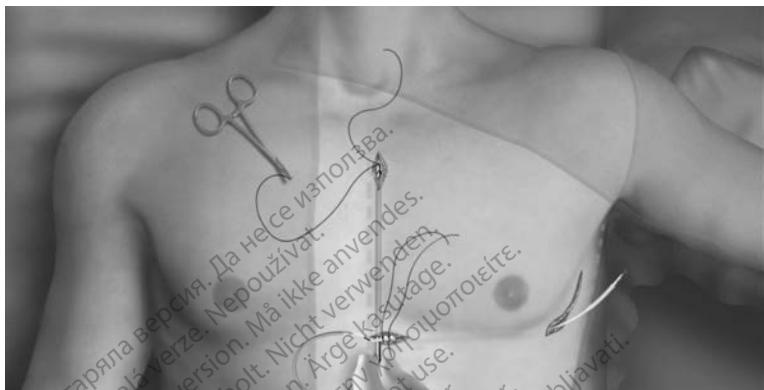

Figura 14. Tunelización a la incisión superior
7. Inserte la punta distal del IIE en la incisión xifoides entre el plano fascial y adiposo, y tunelícela a nivel subcutáneo hacia la incisión superior, permaneciendo por debajo del tejido adiposo tan cerca de la fascia profunda como sea posible (Figura 14 Tunelización a la incisión superior en la página 46).